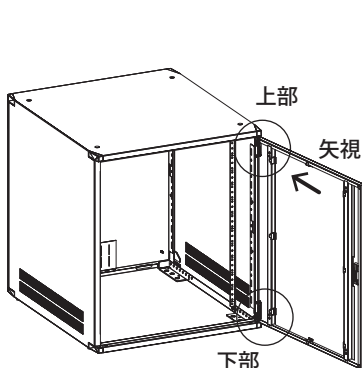

図9 上部
1. ドアを開けた状態で、上部のヒンジのレバーを下にさげてください。(図9)